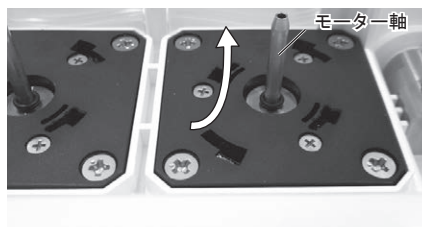

図40
- ・モーター軸の汚れや水分を拭き取る際は、図 40 の矢印の方向に根元から拭きあげてください。